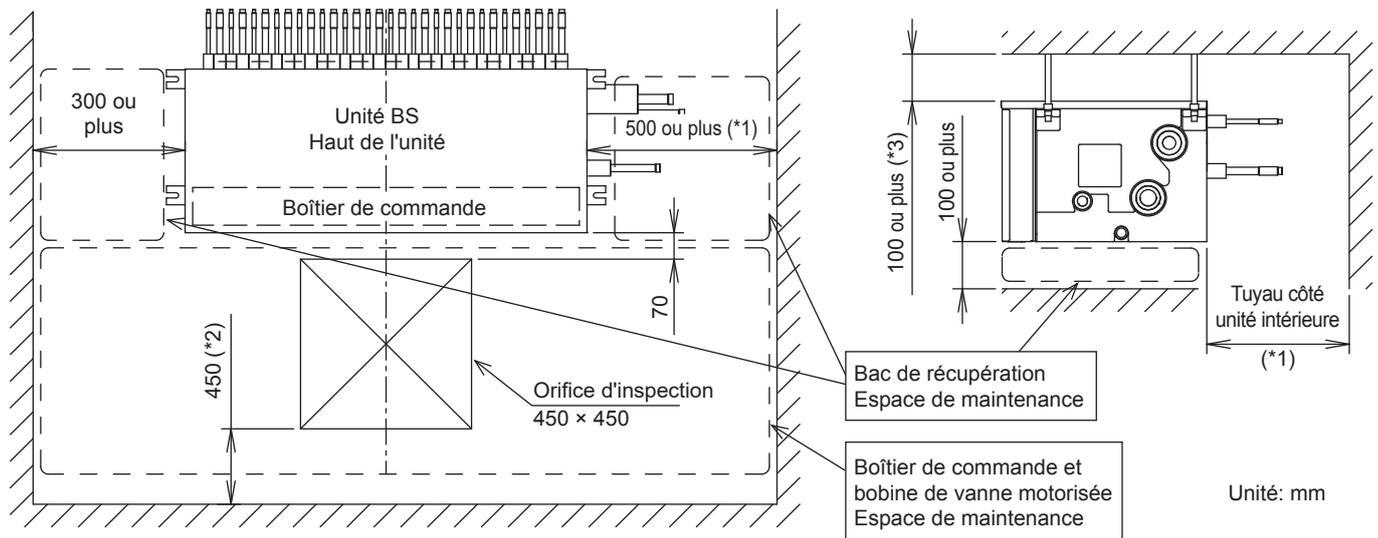

Fig. 1
- Vous devez disposer d'un espace adéquat pour effectuer les travaux d'installation et d'entretien (**Reportez-vous à la Fig. 1**).